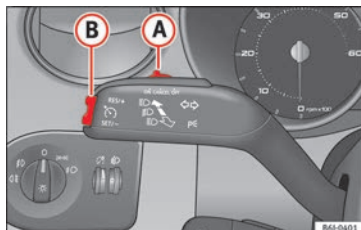

Fig. 148 Leva degli indicatori di direzione e degli abbaglianti: comando e tasto doppio del regolatore di velocità.
» **fig. 148 B**.
» **fig. 148 B** per aumentare la velocità. La velocità sale finché si tiene premuto il tasto. Il sistema memorizza come parametro di riferimento la velocità raggiunta nel momento in cui si lascia andare il tasto.
- Premere la parte inferiore del tasto doppio **SET** » **fig. 148 B** per ridurre la velocità. La velocità diminuirà automaticamente ed in maniera costante per tutto il tempo che si tiene premuto il tasto. Il sistema memorizza come parametro di riferimento la velocità raggiunta nel momento in cui si lascia andare il tasto.
Se si riduce la velocità schiacciando il pedale del freno, il regolatore si disattiva. Per riattivare il regolatore di velocità si deve premere una volta sulla parte superiore del tasto **RES+** » **fig. 148 B**.